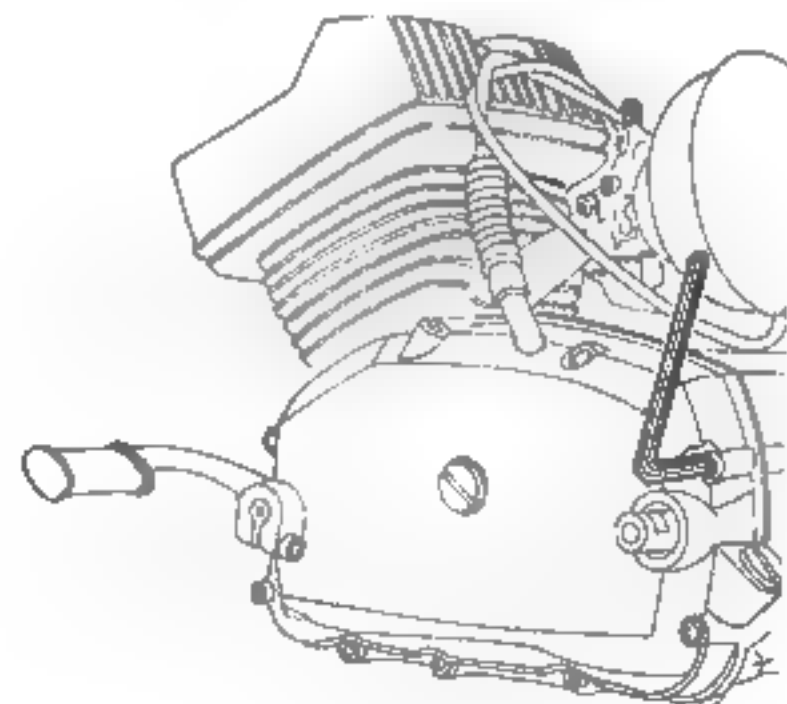

Fig. 3
- Dévisser les 9 vis de fixation carter embrayage (clé six pans creux de 5 mm) (fig. 3).